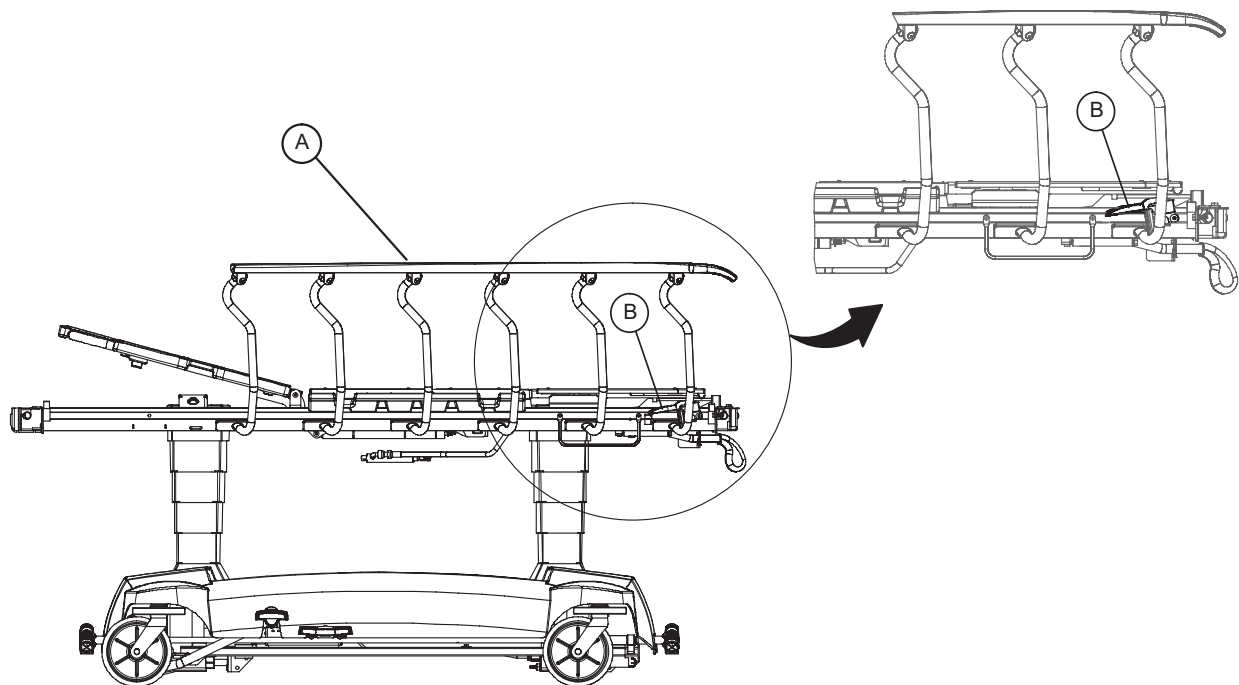

Abbildung 6 - Seitengitter
Höherstellen der Seitengitter: Seitengitter (A) hochziehen und in die vollständig angehobene Position verbringen, bis die Verriegelung (B) einrastet (siehe Abbildung 6).
Tieferstellen der Seitengitter: Verriegelung (B) anziehen und das Seitengitter vollständig in die untere Position verbringen (siehe Abbildung 6). Zur einfachen Identifizierung sind die Verriegelungen (B) gelb eingefärbt.